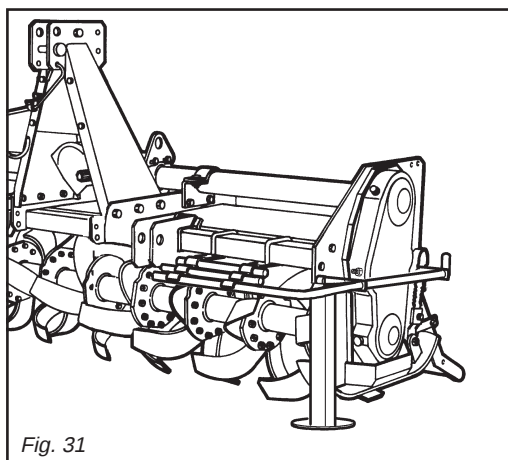

Fig. 31
- 1) *Position the support foot as shown in the figure 31.*
- 1) Den Stützfuß wie in Abb. 31 gezeigt anordnen.
- 1) *Placer le pied d'appui (voir figure 31).*